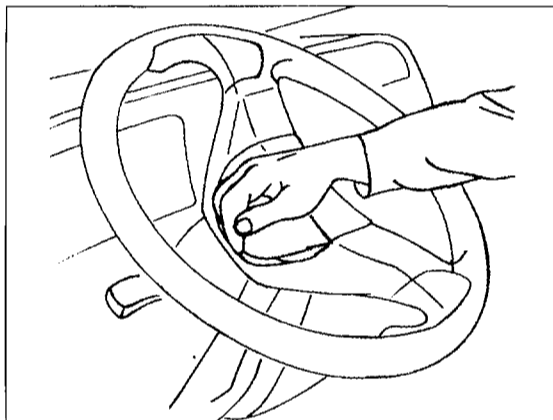
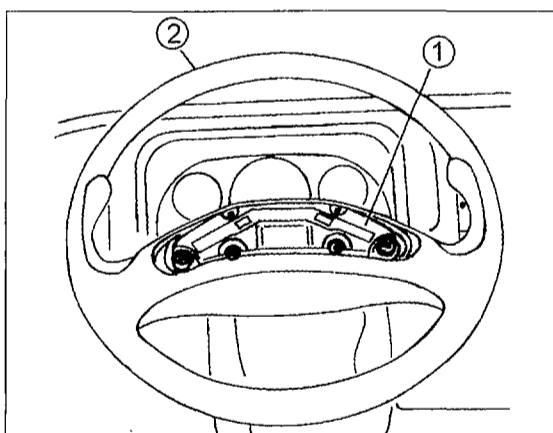

Bild 277
Bild 278
• Die Abdeckung in der Mitte des Lenkrades ausbauen. Diese ist nur eingeklipst und wird mit einer Hand erfasst und zur Seite zu herausgezogen, wie es Bild 277 zeigt. Die darunterliegenden Kabelstecker vom Hupendrucker abziehen. Bei der älteren Ausführung mit einer querliegenden Abdeckung wird diese abgeschraubt. Die darunterliegende Hupenbetätigung in Bild 278 ausbauen und die Kabelanschlüsse abklemmen.